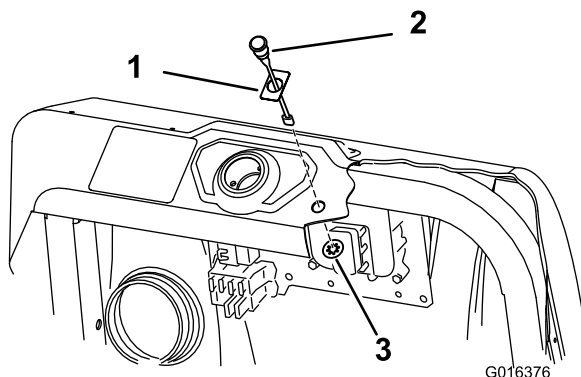

Figura 16
- 2. Instale a luz no tablier e prenda-a sob o tablier utilizando a porca de bloqueio (Figura 16).
- 1. Instale o autocolante 94-8582 sobre o furo da luz no tablier (Figura 16).